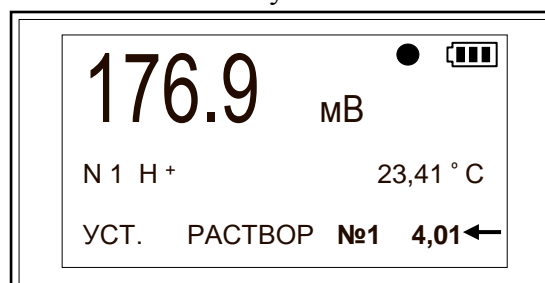

Рисунок 36
строке табло - указание установить электроды в образцовый раствор № 1 (рис. 36).
4.13.2.10 Установить электроды в образцовый раствор № 1. После этого прибор определяет значение рХ (рН) образцового раствора №1 и выводит его на табло (рис. 36) (только в режиме измерения № 1). Кроме того, в режиме измерения рН автоматически происходит коррекция значения рН в зависимости от температуры образцового раствора в соответствии с таб. 8.